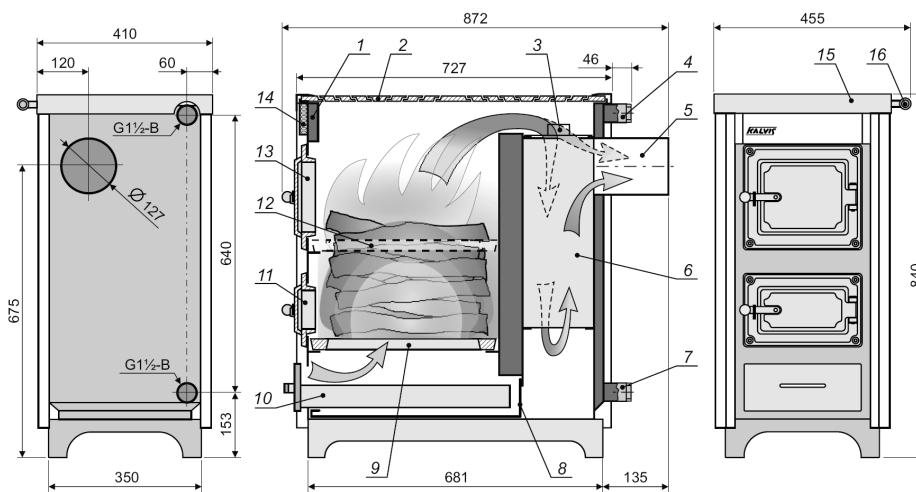

Рис. 1
Корпус котла (1) (см. рис.1) сварен из листовой стали и имеет полости, в которых нагревается вода. Нагретая вода через верхний патрубок (4) поступает в отопительную систему, а через нижний патрубок (7) остывшая поступает обратно. Патрубки с резьбой G1½B. Верхняя часть корпуса накрыта чугунным варочным настилом (2) с конфорками.
##### 6.2. Розжиг котла (см. рис.1)